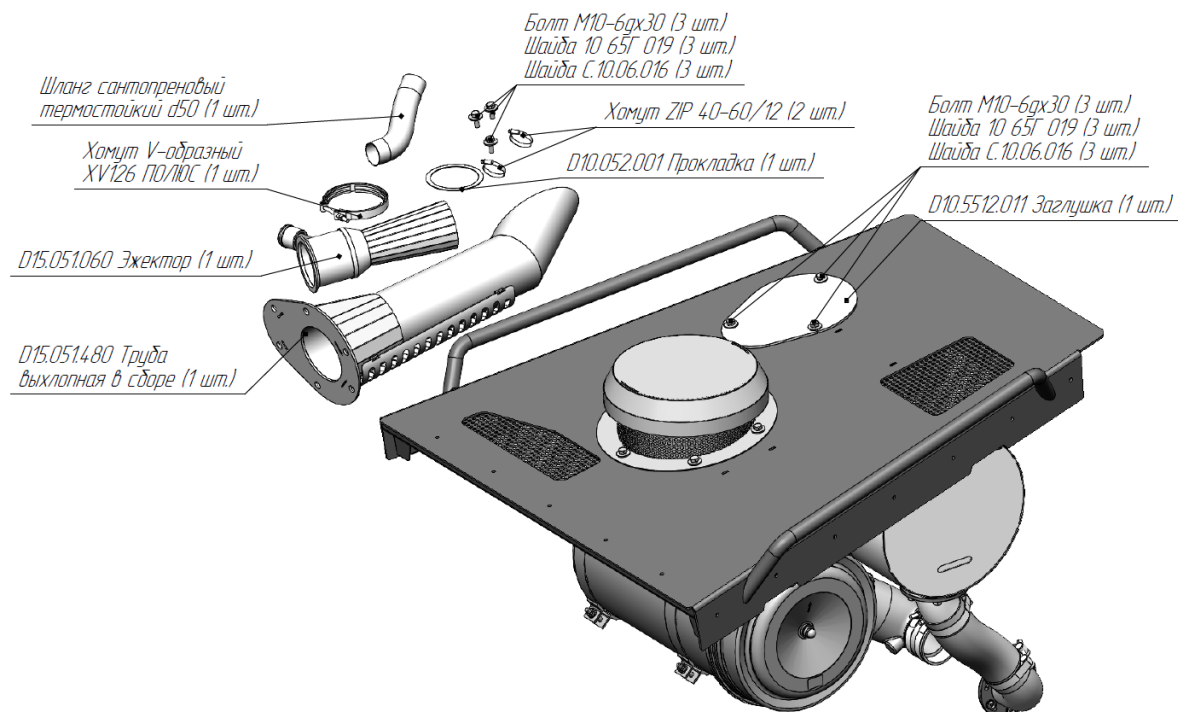

Рисунок 15. Элементы системы выпуска отработавших газов
- ▶ Демонтировать элементы системы выпуска отработавших газов согласно рис. 15.